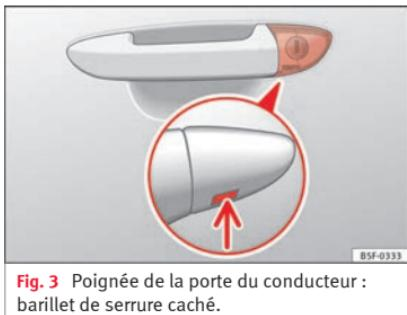

Fig. 3 Poignée de la porte du conducteur : barillet de serrure caché.
- Introduisez le panneton dans l'ouverture inférieure du cache de la poignée de la porte du conducteur **»» fig. 3** (flèche) et soulevez le cache.